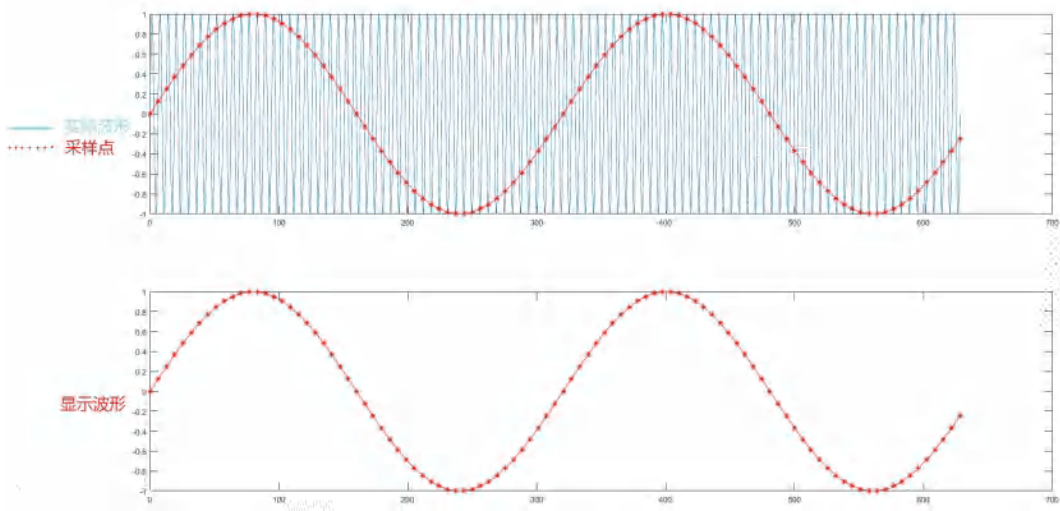

图 10-2
- 波形混叠：由于采样率低于实际信号频率的 2 倍（Nyquist Frequency, 奈奎斯特频率），对采样数据进行重建时的波形频率小于实际信号的频率，如下图 10-2 所示。